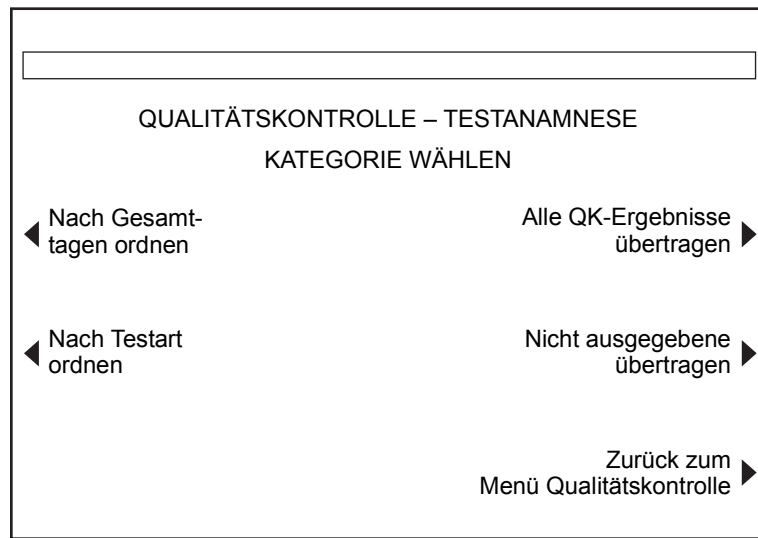

Abbildung 7-13. Bildschirm QUALITÄTSKONTROLLE – TESTANAMNESE
1. Drücken Sie im Bildschirm MENÜ „QUALITÄTSKONTROLLE (QK)“ (siehe Abbildung 7-1 auf Seite 7-2) die Funktionstaste **QK-Ergebnisse ausgeben**, um den Bildschirm QUALITÄTSKONTROLLE – TESTANAMNESE aufzurufen (siehe Abbildung 7-13).